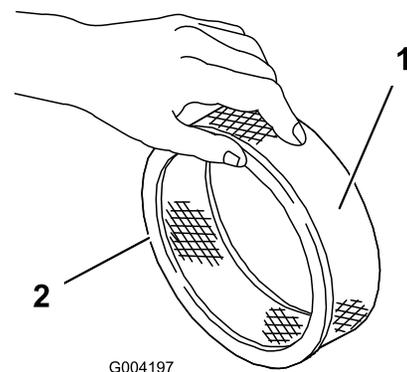

Figure 21
5. Tapotez l'élément sur une surface plane pour faire tomber la poussière et la saleté (Figure 21).